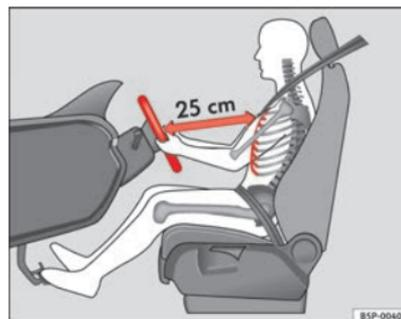

Fig. 134 Posizione corretta sul sedile di guida
- Posizionare il volante nel modo desiderato ⇒ fig. 134.
- Regolare il sedile del conducente o la posizione del volante in modo tale che la distanza tra il volante stesso e lo sterno del conducente sia di almeno 25 cm ⇒ **fig. 134**. Se la distanza minima non viene rispettata, l'efficacia del sistema degli airbag si riduce, con gravi rischi per l'incolumità delle persone (non escluso quello di morte).